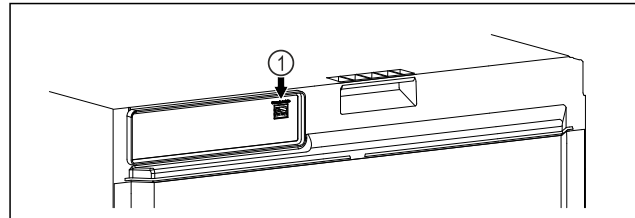

Fig. 114
- Το SmartModule Fig. 114 (1) είναι τοποθετημένο.